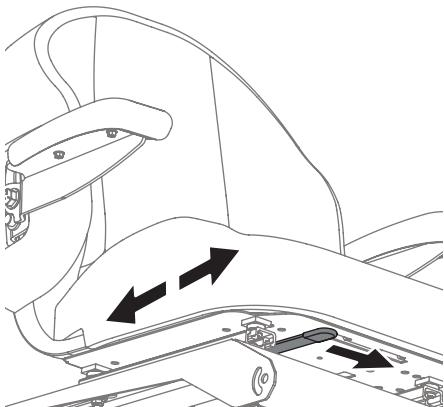

Figure 18
- Relâchez le levier de réglage. Assurez-vous que le siège est bien verrouillé dans la position souhaitée avant de l'utiliser (Figure 18).